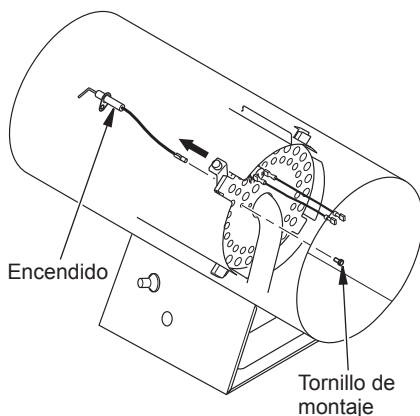

Figura 13 - Extracción del tornillo de montaje del encendido y el encendido
3. Quite de la cabeza posterior del montaje del encendido utilizando un destornillador para tuercas o un destornillador convencional (consulte la figura 13).